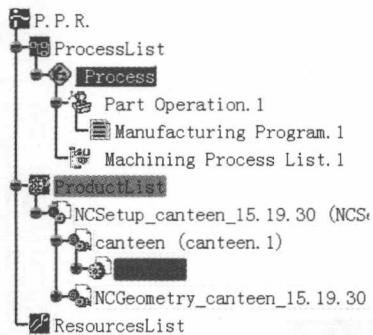

图 1.8 特征树
(1) 切换工作台。在图 1.8 所示的特征树中双击 **canteen** 节点，系统进入“创成式外形设计”工作台（如果系统进入的不是“创成式外形设计”工作台，则需切换到该工作台）。
**Step5.** 在图 1.8 所示的特征树中双击**Process**节点，系统返回“Surface Machining”工作台。